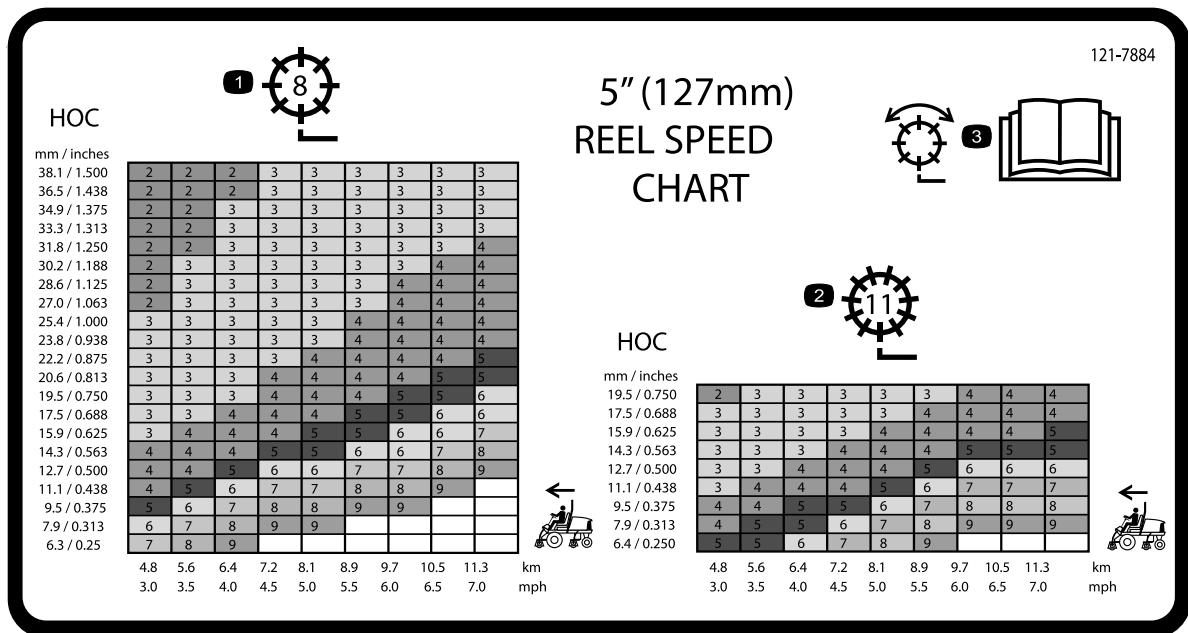

Bild 31
- Lesen Sie die richtige Spindeldrehzahl auf dem Schild mit der Spindeldrehzahltable ab (Bild 31).